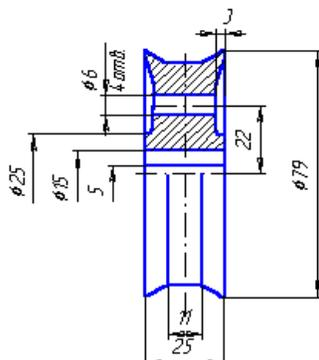

Рис. 92
2. С помощью команды *Линейный размер с обрывом* обозначаем размеры (рис. 92):